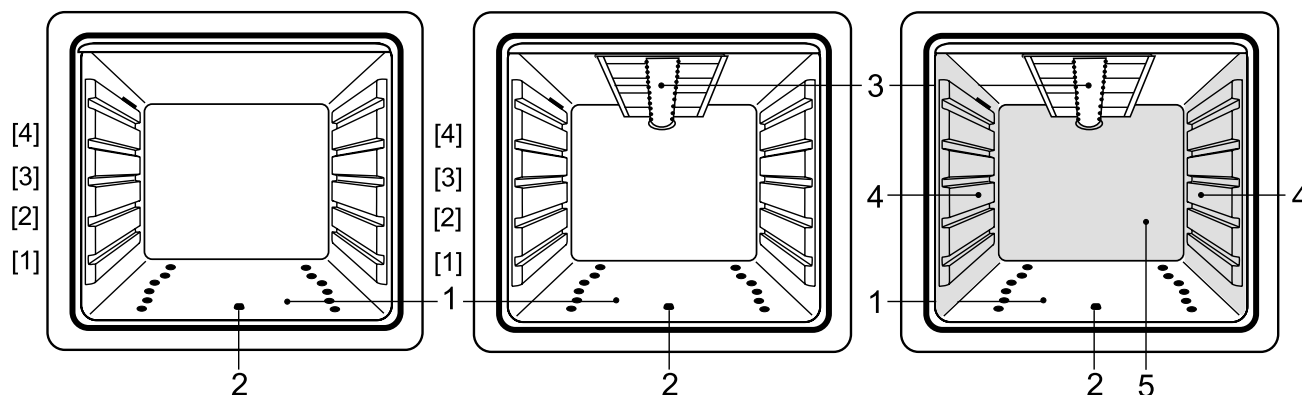

Fig. 19
- pousser la commande four jusqu'à sentir une résistance, tourner le au sens inverse des aiguilles d'une montre et approcher une flamme à l'orifice d'allumage brûleur (fig. 19 et 22); **un fois le gaz allumé maintenez la pression sur la manette pendant 3 secondes environ**, pour activer le système de sécurité,